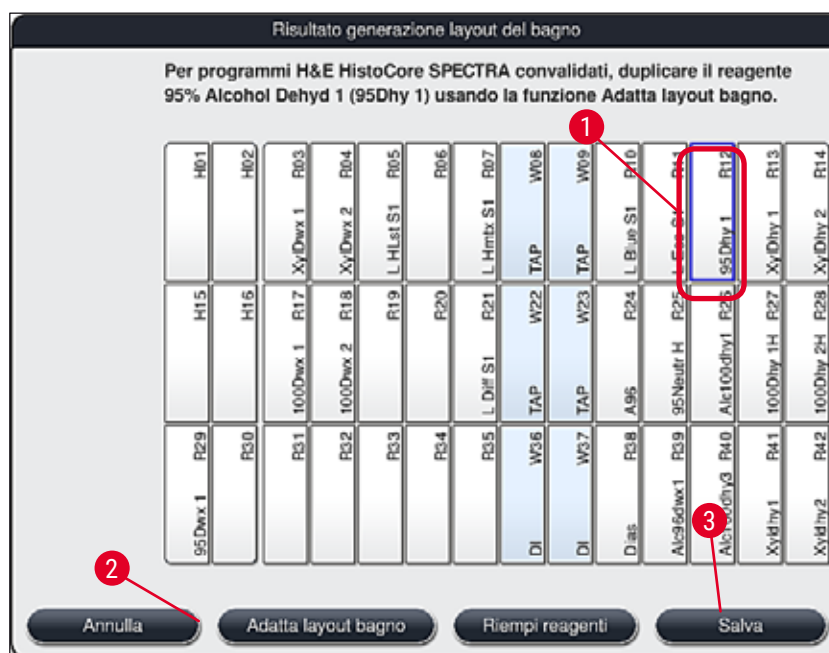

Fig. 52
- Dopo che il software ha calcolato il layout del bagno utilizzando i programmi cui è stata data priorità, l'utente ha una panoramica dei risultati, visualizzata sullo schermo (→ "Fig. 52").
- Se nel layout del bagno non è stato integrato alcun programma Leica, la visualizzazione (→ "Fig. 52") si discosta da quella mostrata (senza figura). In questo caso è possibile riempire i reagenti come descritto in (→ p. 80 – Riempimento dei reagenti).